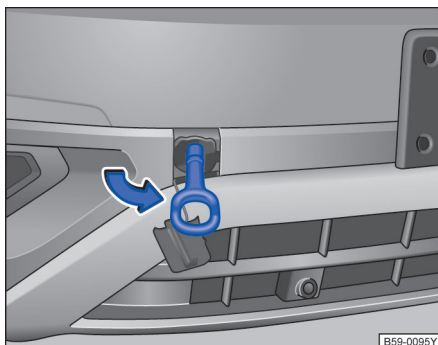

图 251 在保险杠的右前部：安装牵引环
- 将牵引环朝箭头方向拧入螺纹孔内，直到限位位置 → 图 251。